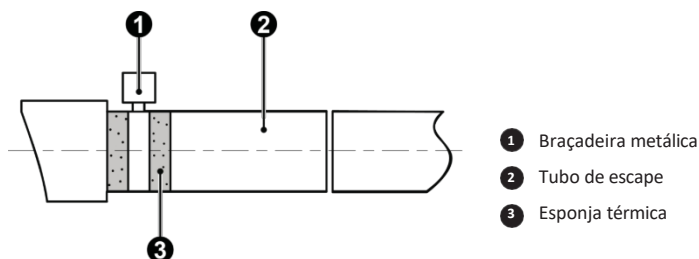
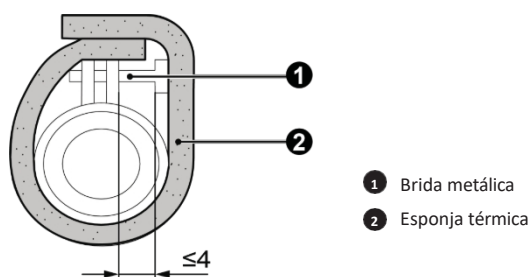

Fig. 4.9
Fig. 4.10
- 1 Insira o tubo de escoamento no orifício de escoamento e fixe-o com fita adesiva, ver Fig. 4.9.
- ① braçadeira metálica (acessório) ② tubo de escoamento (acessório) ③ Fita cinzenta (acessório)
- 3 Utilize a placa de vedação para isolar a braçadeira de aperto e o tubo, ver Fig. 4.10.
- ① braçadeira metálica (acessório) ② esponja térmica (acessório)